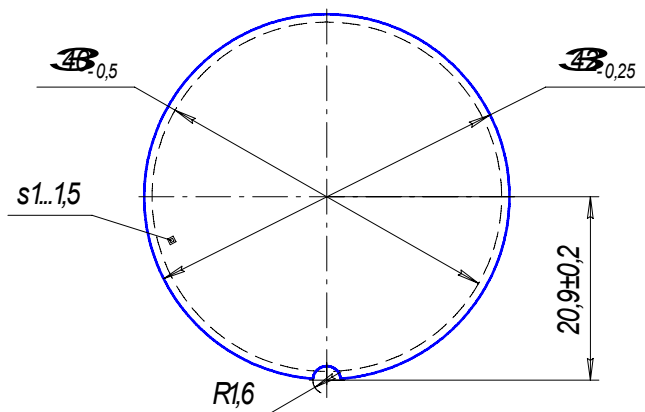

Рис. 1
17. Конструкция. Измерительный модуль выполнен в виде печатной платы, на которой размещаются элементы схемы. Плата вставляется в конструктив БИКа по направляющей. Форма и размеры платы – круг, диаметром 42 мм (см. рис. 1). Элементы схемы и контактные точки для пайки соединительных проводов располагаются не ближе, чем 1мм от края платы (эта площадь используется для фиксации или крепления платы в конструктиве БИКа), печатные проводники могут вестись по всей площади платы. Кроме того, в плате предусмотрено отверстие диаметром 3,0 мм для перехода проводов связи. Общая высота платы совместно с навесными элементами не превышает 12 мм.